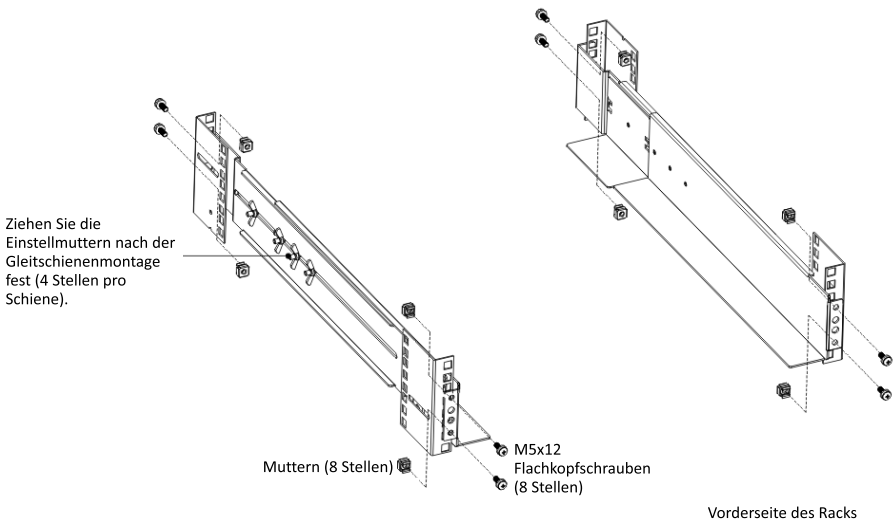

Abb. 3 Befestigung der Gleitschiene
2. Wählen Sie die richtige Höhe im Rack zum Platzieren der USV (siehe Abb. 3). Die Gleitschiene belegt vier Stellen auf der Vorder- und auf der Rückseite des Racks.